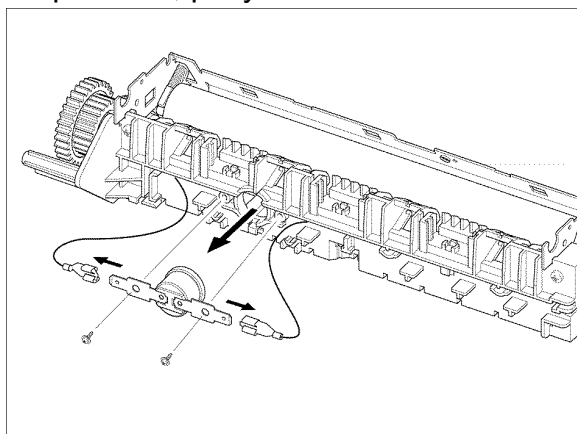

Рисунок 7
9. Отсоедините жгуты термостата. Выкрутите 2 винта, затем снимите термостат, рисунок 7.